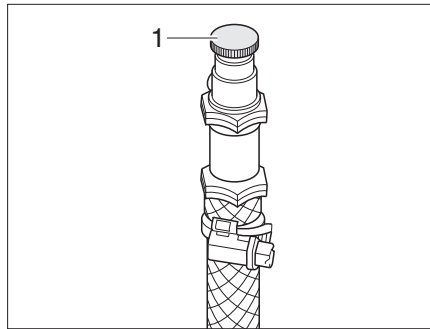

Bild 366 Entlüftungsventil Warmwasser-Heizung
- Das Entlüftungsventil (Bild 366,1) öffnen und geöffnet lassen, bis keine Luft mehr austritt.